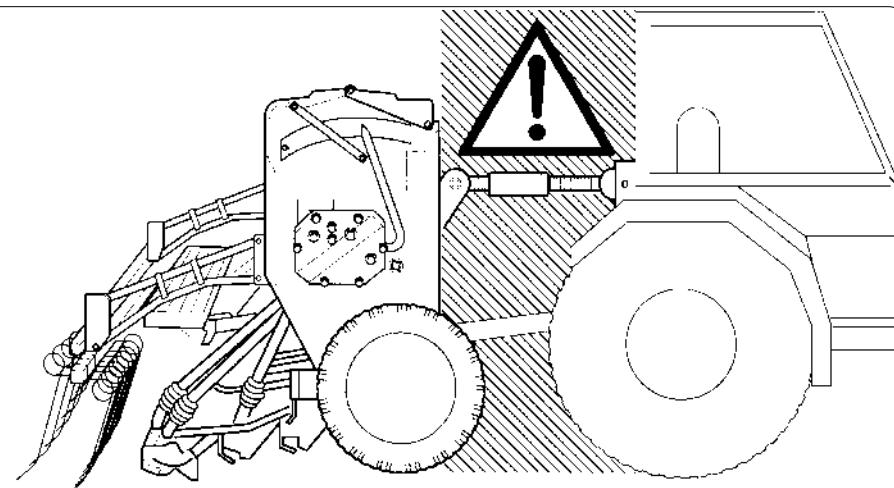

Fig. 3
23) È assolutamente vietato interporci fra il trattore e l'attacco per manovrare il comando dall'esterno per il sollevamento (Fig. 3).
24) È assolutamente vietato interporci tra il trattore e l'attrezzatura (Fig. 3) con motore acceso nonché senza aver azionato il freno di stazionamento ed aver inserito, sotto le ruote, un ceppo o un sasso di bloccaggio di adeguate dimensioni.
controls from the outside (Fig. 3).
24) It is absolutely forbidden to stand in the space between the tractor and the equipment (Fig. 3) with the engine running and without the hand brake pulled and a block or stone placed under the wheels to block them.
zwischen den Schlepper und den Anschluß zu treten, um die Hubsteuerung von aussen zu betätigen (Abb. 3).
24) Es ist strengstens verboten, bei laufendem Motor und Gerät zu treten (Abb. 3), ohne zuvor die Feststellbremse gezogen und einen Bremskeil oder einen großen Stein unter die Räder gelegt zu haben.
23) Il est absolument interdit de se mettre entre le tracteur et l'attelage pour manoeuvrer la commande de levage de l'extérieur (Fig. 3).
24) Il est absolument interdit de se mettre entre le tracteur et l'équipement (Fig. 3) si le moteur est en marche sans avoir actionné le frein de stationnement et bloqué les roues avec une cale ou un caillou aux dimensions adéquates.
23) Es absolutamente prohibido colocarse entre el tractor y el gancho para mover el mando de elevación, desde el exterior. (Fig. 3).
24) Es absolutamente prohibido colocarse entre el tractor y el equipo (Fig. 3) mientras el motor esté encendido, no se encuentre accionado el freno de mano y no se haya colocado debajo de las ruedas, un cepo o una piedra de las dimensiones adecuadas, que sirva como bloqueo.